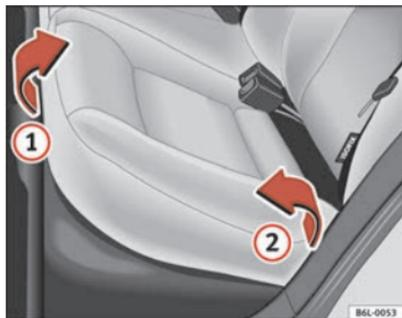
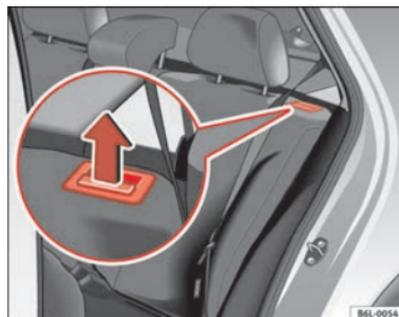

Fig. 70 Rabattement de l'assise arrière
Fig. 71 Touche de déverrouillage du dossier arrière
- Tirer du bord avant de l'assise ⇒ fig. 70 ① vers l'avant dans le sens de la flèche.
- Soulever l'assise ② vers l'avant dans le sens de la flèche.
- Tirez la touche de déverrouillage ⇒ fig. 71 dans le sens de la flèche et basculer le dossier vers l'avant.